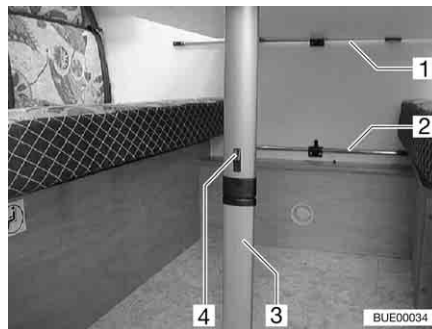

Bild 71 Hängetisch mit Knickfuß
- Arretierung (Bild 71,4) in Richtung Tischplatte schieben.
- Unteres Fußteil (Bild 71,3) um 90° umklappen.
- Hängetisch aus der oberen Einhängeschiene (Bild 71,1) aushängen.
- Hängetisch in die untere Einhängeschiene (Bild 71,2) einhängen und auf dem Tischfußgelenk abstellen.